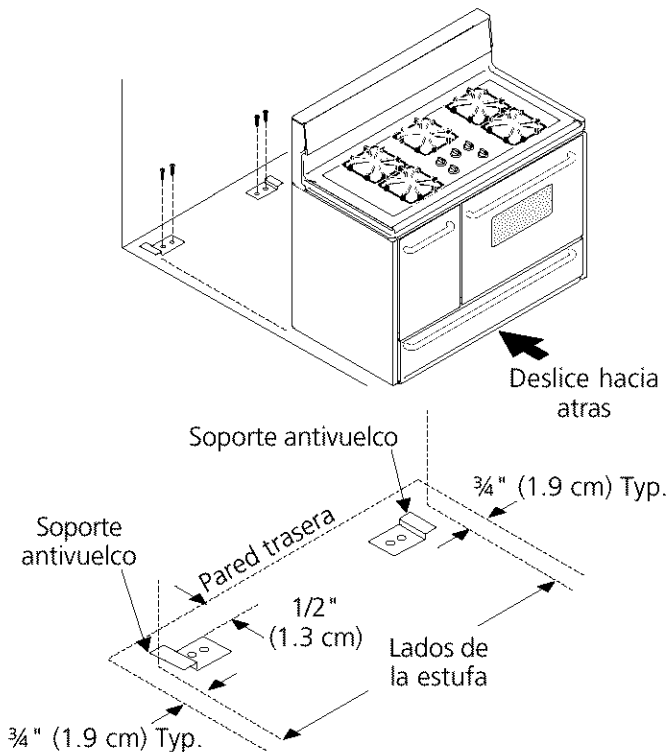

Figura 13
1. Desdoble la plantilla de papel y colóquela plana en el piso con los bordes laterales y el trasero colocados exactamente donde la parte trasera y los lados de la estufa serán colocados cuando sea instalada. (Use el diagrama figura 13 para ubicar los soportes si no se dispone de la plantilla).